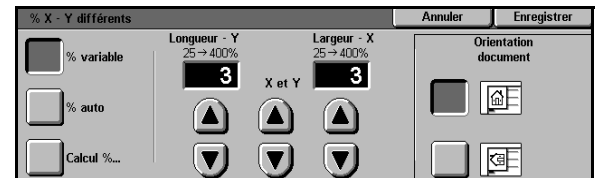

Figure 19 : Taux de réduction/agrandissement variable
- 3 Définissez les valeurs requises (voir la figure 19) :